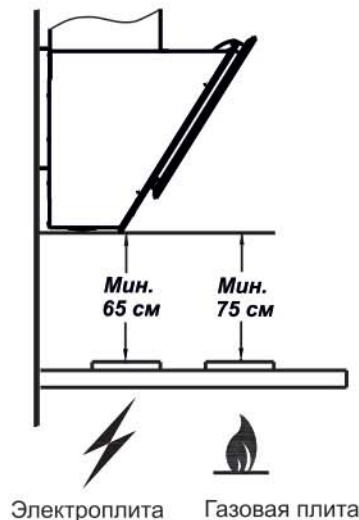

РИС. 1
- разметьте линию установки нижней части зонта над плитой (рис.1);
1.2 Зонт устанавливайте над плитой, как показано на рис. 1.
4.7 Устанавливайте зонт над плитой в соответствии с рис. 1.